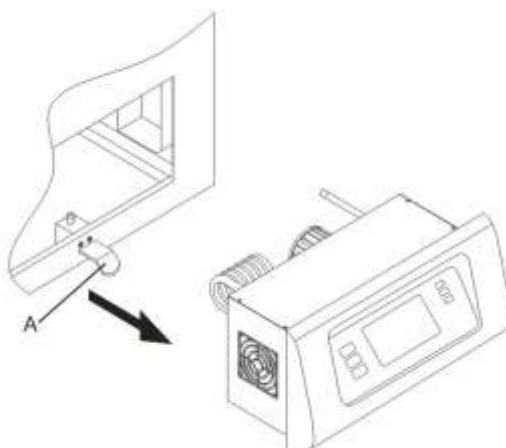

Figura 209- Trava do módulo de controle
1. Antes de retirar o módulo de controle retire todos os cabos conectados no painel lateral. Puxe a trava do painel, localizada sob o módulo de controle e puxe-o pela lingueta (A) localizada em sua parte frontal, conforme indicado na figura 209: